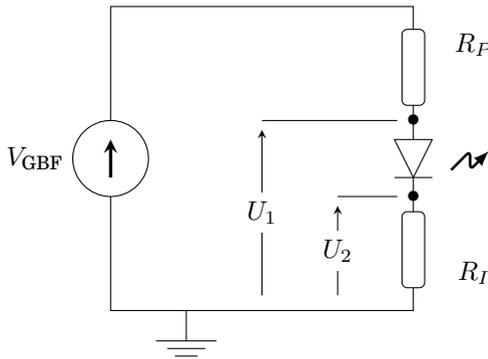

FIGURE 2.5 – Circuit de mesure de la caractéristique d’une diode à l’oscilloscope
On se propose à présent d'utiliser le montage de la figure 2.5 afin de tracer la caractéristique statique de la LED de manière "automatique".
**M**  $\rightsquigarrow$  Réaliser le câblage du circuit de la figure 2.5 avec  $R_I = 10 \Omega$ .